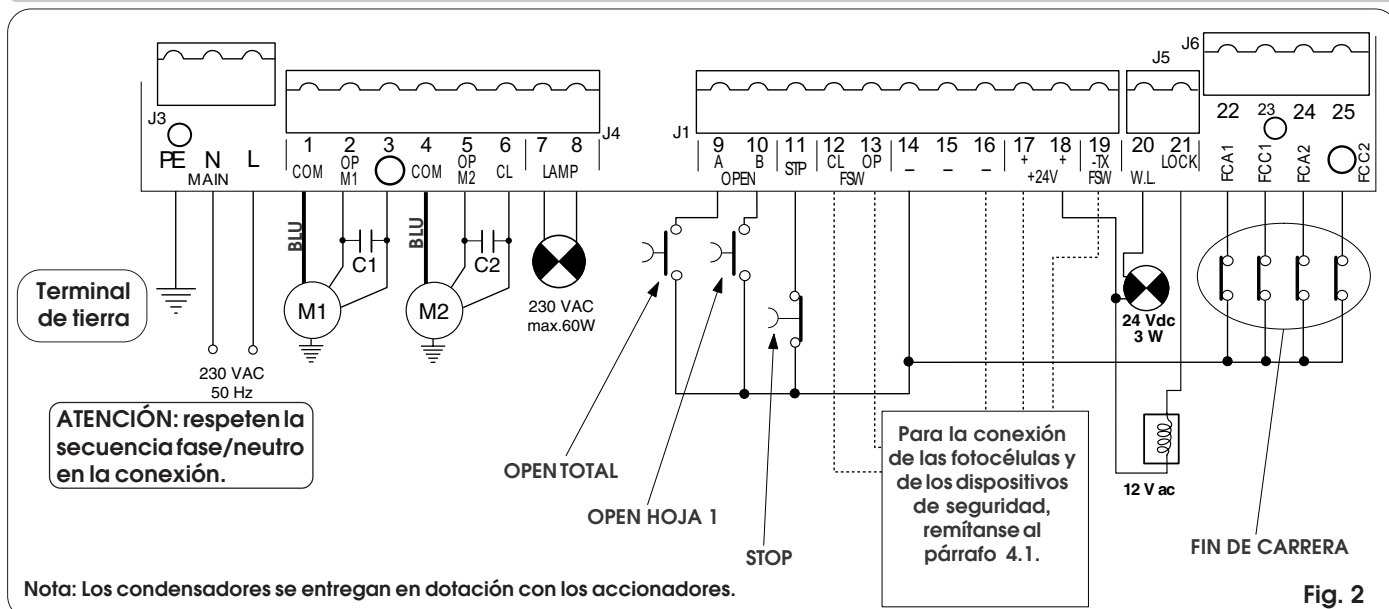

Fig. 2
- Conecten el cable de tierra al específico borne previsto en el conector J3 del equipo (véase fig.2).
4.2. Regleta de bornes J3 - Alimentación (fig. 2)
4.3. Regleta de bornes J4 - Motores y destellador (fig. 2)
4.4. Regleta de bornes J1 - Accesorios (fig. 2)
4.5. Regleta de bornes J5 - Luz testigo y Electrocerradura (fig. 2)
4.7. Regleta de bornes J6 - Fines de carrera y/o encoder (fig. 2)